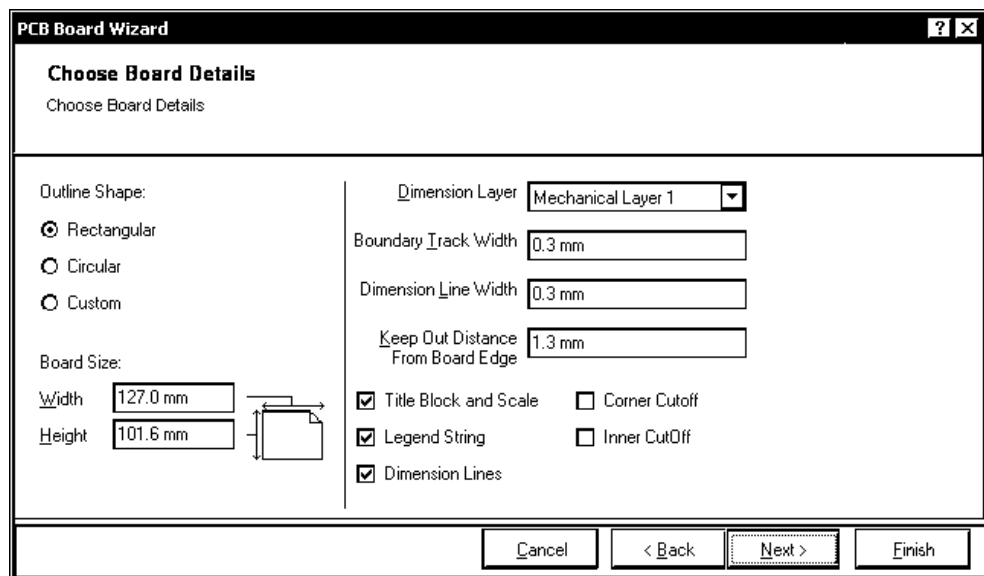

Рис. 3.6. Окно мастера построения заготовки печатной платы
2. В поле **New from Template** панели **Files** вызвать последнюю команду: **PCB Board Wizard**. Откроется диалоговое окно настройки параметров заготовки печатной платы. Настройка выполняется в несколько шагов. На каждом шаге в диалоговом окне **PCB Board Wizard** (рис. 3.6) предлагается выполнить ряд установок. Последовательный переход от шага к шагу выполняется по щелчкам на кнопках **Next** и **Back**. Состав и содержание полей диалогового окна меняются в зависимости от характера выполняемых на очередном шаге операций.
5. На шаге **Choose Board Details** (рис. 3.6) указать: